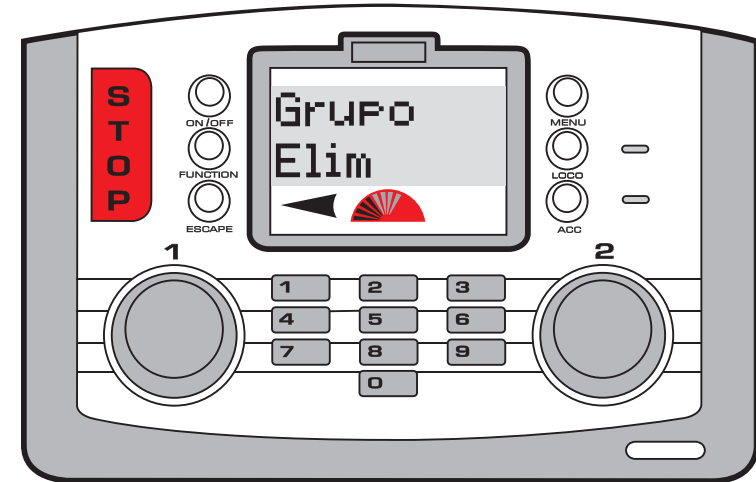

Fig 1
5. En la pantalla aparecerán consecutivamente: "Disolver Dir: 10", "Dir: 01", "Dir: 02" y por último "Grupo Elim". Véase la Fig. 1. Si se intentara disolver un acoplamiento inexistente, aparecerá en la pantalla el mensaje "No Miembro".